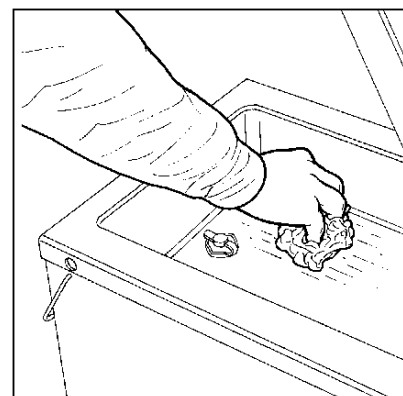

Рис. 6
- 5) С помощью ткани, смоченной в моющем и (или) дезинфицирующем растворе, почистить дно и бока вакуумной камеры (рис. 6); после чистки установить на место детали, выполнив описанные выше операции в обратном порядке.